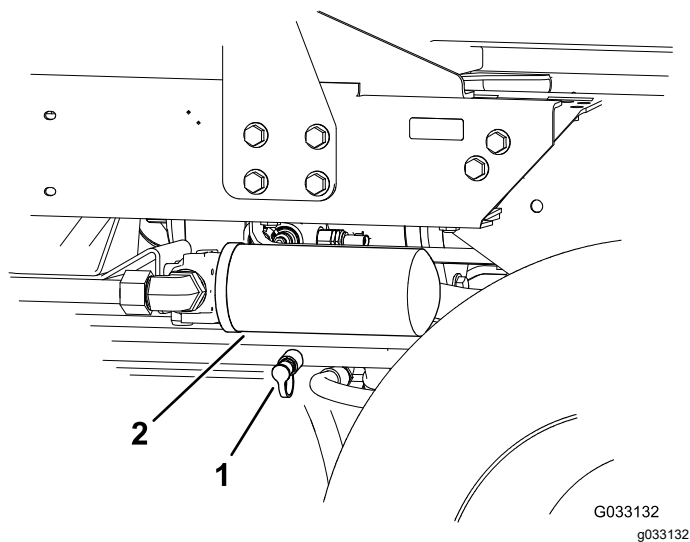

Figure 40
2. Branchez un flexible hydraulique entre le raccord de diagnostic monté dans le collecteur de déplacement arrière et la prise d'essai de pression de déplacement en marche arrière (Figure 40).